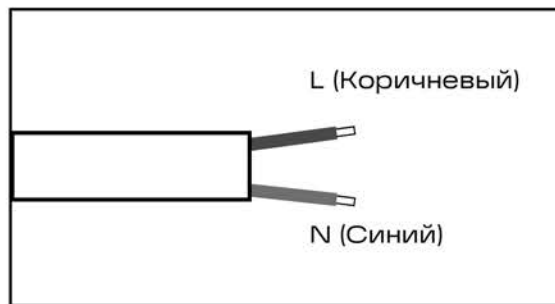

Рис. 4
- 5.8 Выполните электрическое подключение осветительного прибора согласно рис. 4.